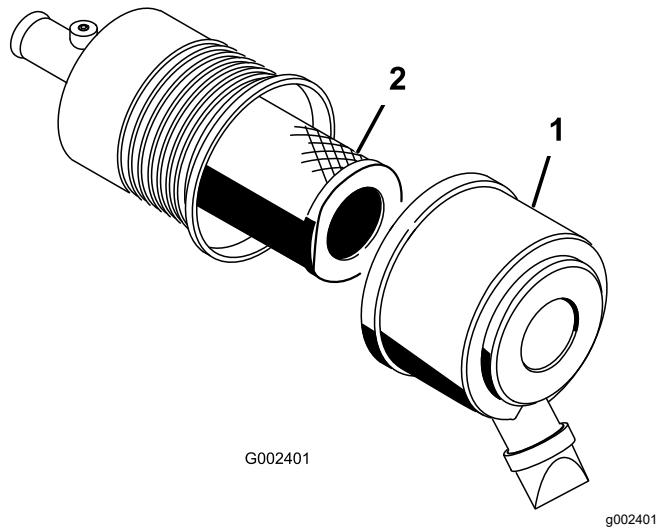

Figura 55
- Liberte os trincos que fixam a cobertura do filtro de ar ao respetivo corpo (Figura 55).
- Retire a cobertura do corpo do filtro de ar (Figura 55).
- Retire e substitua o filtro (Figura 55).